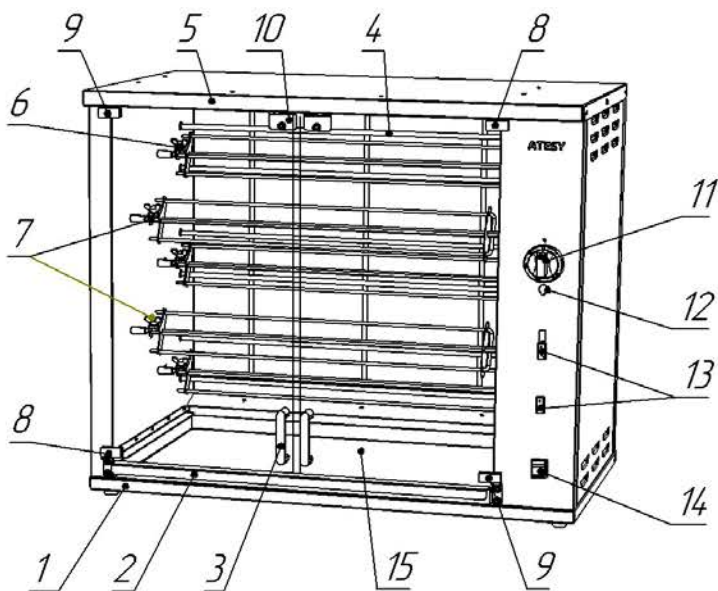

Рис. 1.
1.7. Внешний вид гриля и его составные части показаны на рис. 1.